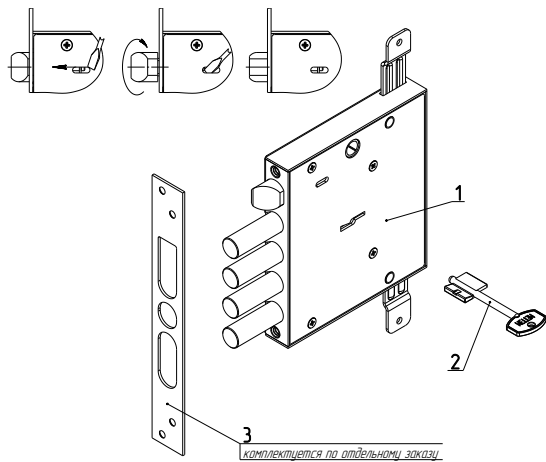

Рис.1
Комплектность замка приведена в таблице и показана на рис. 1.
4.1. Внешний вид и установочные размеры замка показаны на рис.1, 2.
5.2. Установить при необходимости защёлку в соответствующее положение для правой или левой двери путем ее выдвигания из корпуса отверткой через паз в крышке замка и разворота на 180° вокруг своей оси (см. рис.1).